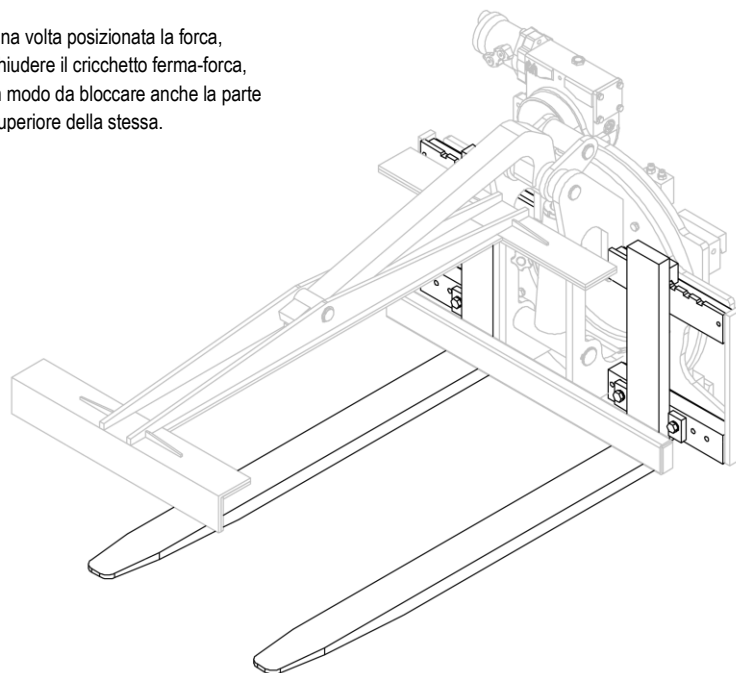

Figura 12
2. Riavvitare i fermi forca (vedi *Figura 12*).